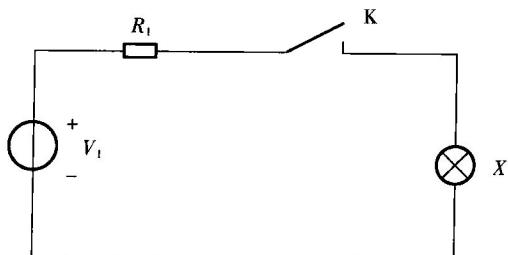

图 1.5 手电筒设计电路
设计电路: 如图 1.5 所示, 其中灯泡为 2.5V, R_1 为 50Ω , 电源为 3V。
(1) 按图 1.5 接好电路。
(2) 闭合 K 开关后, 观察灯泡的状态: _____ (点亮/熄灭)
(3) 打开 K 开关后, 观察灯泡的状态: _____ (点亮/熄灭)
(4) 更换 R_1 为 100Ω 的电阻, 闭合 K 开关后, 观察灯泡的亮度变化: _____ (变暗/变亮)